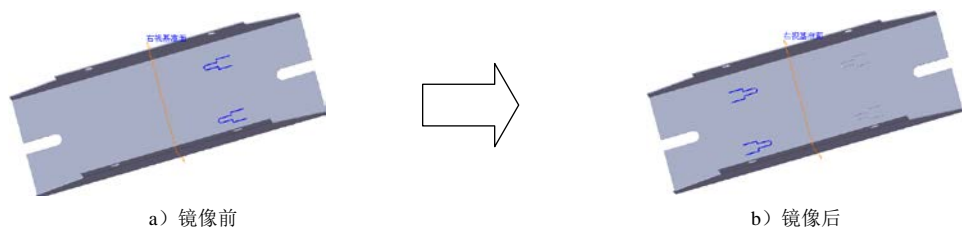

图 11.2.36 镜像 3
Step14. 创建图 11.2.36 所示的镜像 3。
- (1) 选择命令。选择下拉菜单 **插入(I)** → **阵列/镜向(E)** → **镜向(M)...** 命令。
- (2) 定义镜像基准面。选取右视基准面作为镜像基准面。
- (3) 定义镜像对象。选择切除一拉伸—薄壁 1 与镜像 2 作为镜像 3 的对象。